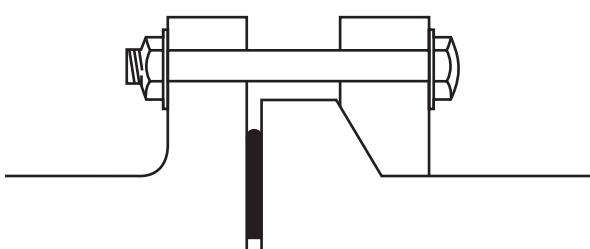

Figura 4-13: flanse mobile cu garnitura cu profil "O"-ring cu inel (insertie) metalic
- 2 o garnitura cu profil "O"-ring cu inel metalic pentru fetele plate ale flanselor (nu este nevoie de canal), asa cum se arata in **Figura 4-13**.